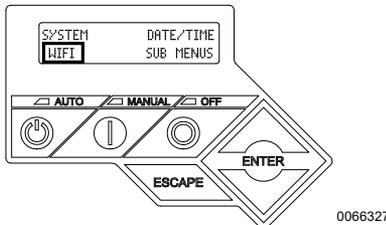

Figura 3-6. Selección del menú Wi-Fi
1. Consulte la **Figura 3-6**. Desde la pantalla principal del controlador, navegue al menú Wi-Fi y presione ENTER.